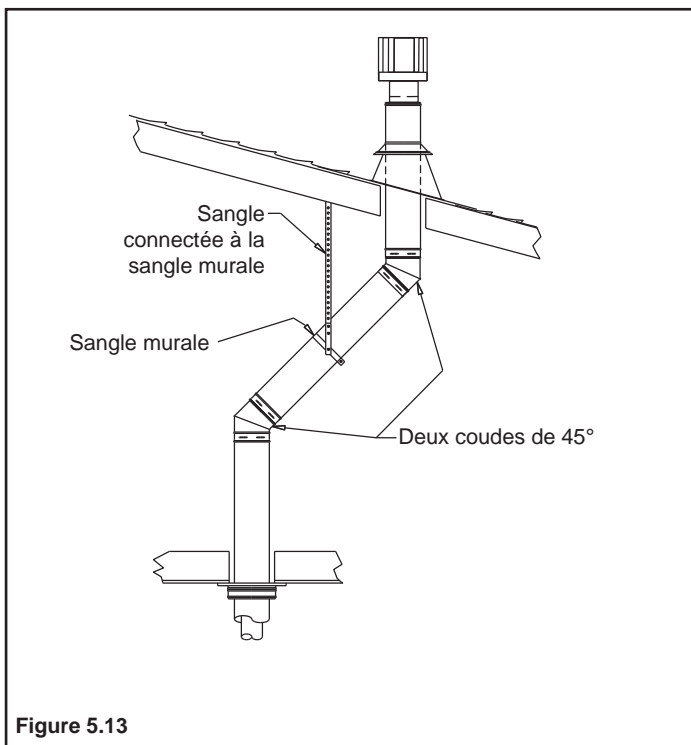

Figure 5.13
Placez l'appareil au gaz à l'emplacement désiré. Descendez un fil à plomb du plafond jusqu'à l'emplacement de l'orifice du tuyau de l'appareil et marquez l'endroit où le tuyau entrera dans le plafond. Percez un petit trou à cet endroit. Descendez ensuite un fil à plomb depuis le toit jusqu'au trou percé précédemment dans le plafond, et marquez le point où le tuyau entrera dans le toit. Vérifiez qu'aucune solive, aucun chevron ou aucun autre structure du plafond n'empêche le passage du conduit de fumée. Vous pourriez vouloir déplacer l'appareil ou le décaler comme montré à la **Figure 5.13 à la page 16,** afin d'éviter les membres porteurs. Lorsque l'emplacement est déterminé, percez un petit trou.
- (1) Si un dévoiement est nécessaire dans le grenier pour éviter des obstacles, le conduit doit être supporté tous les 3 pi (91 cm) pour éviter de soumettre les coudes à des contraintes trop grandes risquant de provoquer une séparation. Des brides de fixation murales sont disponibles à cette fin, **Figure 5.13**.
- (2) Si possible, utilisez des coudes de 45° au lieu de coudes de 90°. Le coude de 45° freine moins le flux des gaz et l'entrée d'air.
**Remarque :** Pour les installations verticales à plusieurs niveaux, un pare-feu de plafond est requis au deuxième niveau et à tous les étages suivants (**Figure 5.17**). L'ouverture doit être encadrée dans des dimensions intérieures de 10 po x 10 po (25,4 cm x 25,4 cm), de la même façon qu'il est montré sur la **Figure 5.13 à la page 16**.